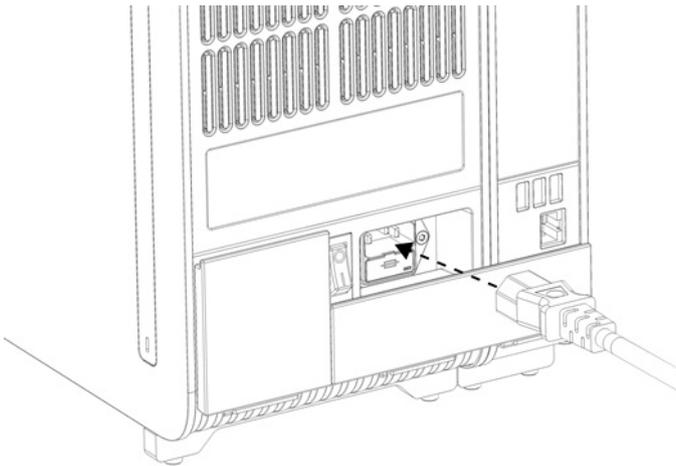

Abbildung 10. Anschließen des Netzkabels.
7. Schließen Sie das mit dem QIAstat-Dx Analyzer 1.0 gelieferte Netzkabel an der Rückseite des Analysemoduls an (Abbildung 10).